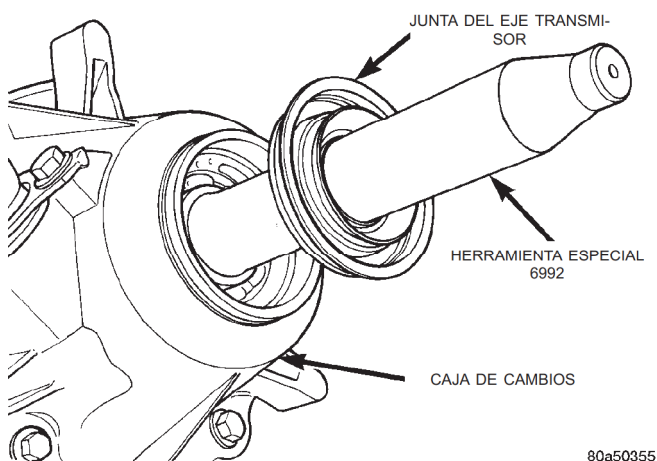

Fig. 89 Junta del eje transmisor y protector
(4) Aplique un reborde de sellante Mopar® N/P 82300234 o Loctite® Ultra Gray a la superficie de contacto del retenedor trasero. El reborde de sellante debe tener un máximo de 4,76 mm (3/16 pulg.).
(5) Instale el retenedor trasero en la caja trasera. Apriete los pernos del retenedor con una torsión de 20-27 N·m (15-20 lbs. pie).
(6) Instale el anillo de retención y separador del diámetro interior del cojinete trasero en el eje transmisor.
(7) Aplique una cantidad abundante de vaselina a la junta trasera nueva y al eje transmisor. La vaselina es necesaria para proteger los bordes de la junta durante la instalación.
(8) Deslice la junta en el protector de junta 6992 (Fig. 89). Deslice el protector de junta y la junta en el eje transmisor.